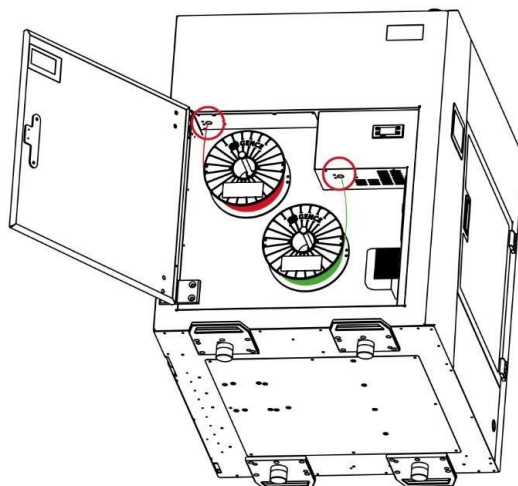

Рис. 57 Правильная загрузка материала для Tool 0 (термоголовки 0) и Tool 1 (термоголовки 1)
6. Вставить конец нити во входное отверстие (обозначено красным кругом на рис. 57). Принтер запустит процедуру начальной загрузки нити и одновременно начнет нагрев соответствующей термоголовки принтера.
4. Подтвердить успешную выгрузку нового материала, нажав кнопку *Continue*, и вручную извлечь оставшуюся часть нити из входного отверстия (рис. 57).